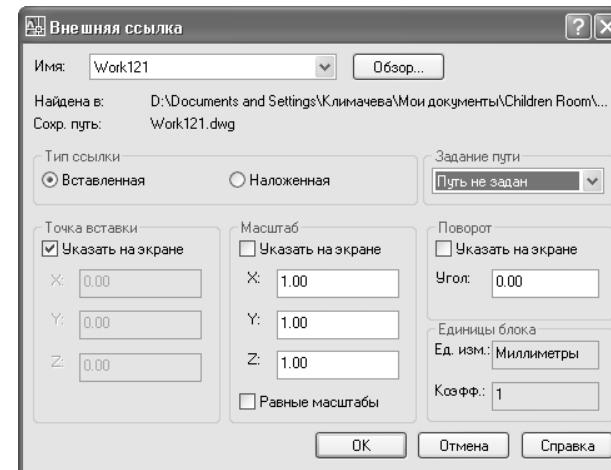

Рис. 13.2 ▼ Список компоновок по умолчанию содержит только один элемент
5. В открывшемся диалоговом окне **Диспетчер параметров листов** (Page Setup Manager) будут перечислены все наборы **параметров страницы** (page setup) для компоновок, определенных в текущем чертеже. Поскольку в нашем случае таких компоновок пока еще нет, этот список будет состоять из одного элемента, как показано на рис. 13.2.